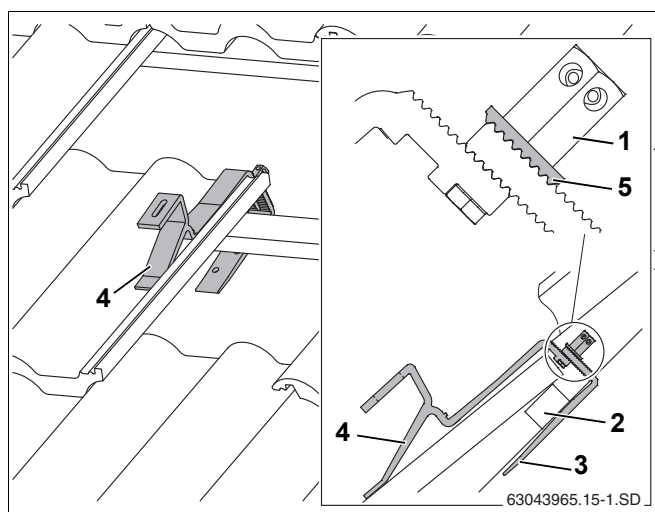

Рис. 13 Установленные кровельные крюки (для наглядности изображены не все элементы черепицы)
- ▶ Установите крюки так, чтобы передняя подпорка легла во впадину черепицы (рис. 13, поз. 4).
- ▶ Сдвиньте вверх нижнюю часть кровельного крюка (рис. 13, поз. 3) так, чтобы она прилегала к обрешетке крыши (рис. 13, поз. 2).
- ▶ Затяните высокие гайки (рис. 13, поз. 1). Для этого вставьте ключ SW5 в отверстие гайки и поверните его.
Зубчатая подкладная шайба (рис. 13, поз. 5) должна войти в зацепление с нижней частью кровельного крюка.